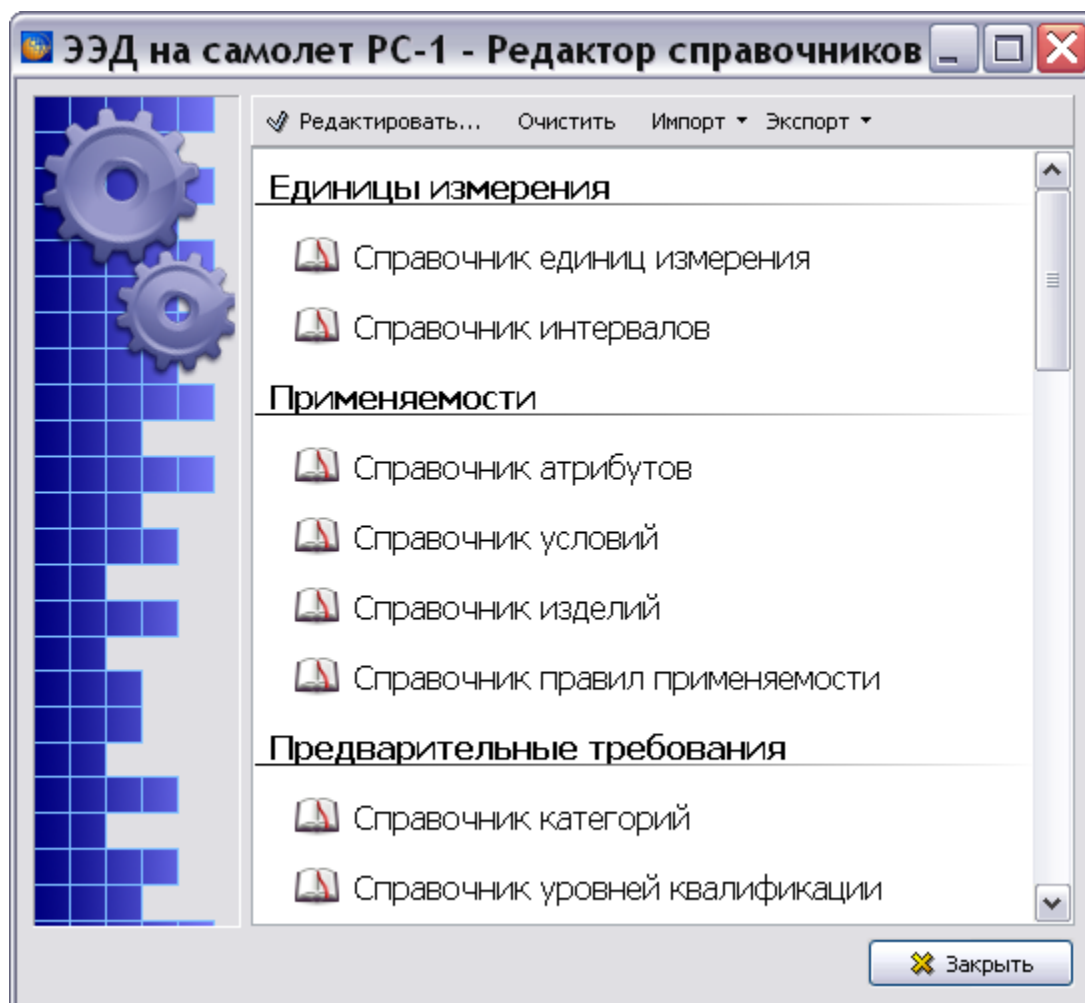

Рис. 3.2
2. Нажмите на кнопку **Редактор справочников** . После этого откроется окно **Редактор справочников** (Рис. 3.2).